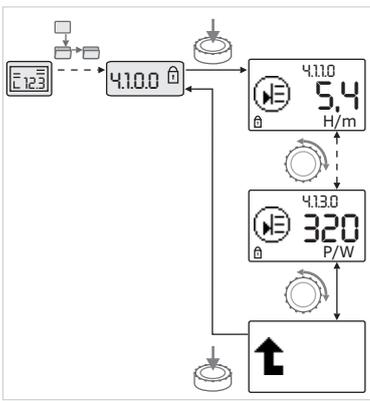

Fig. 39: Вызов информации
- Вращая красную кнопку, можно управлять элементами меню типа «Информация» текущего подменю (см. рис. 39). Пояснения настроек, представляемых символами, см. в таблице в главе 8.7 «Указатель элементов меню» на стр. 203.